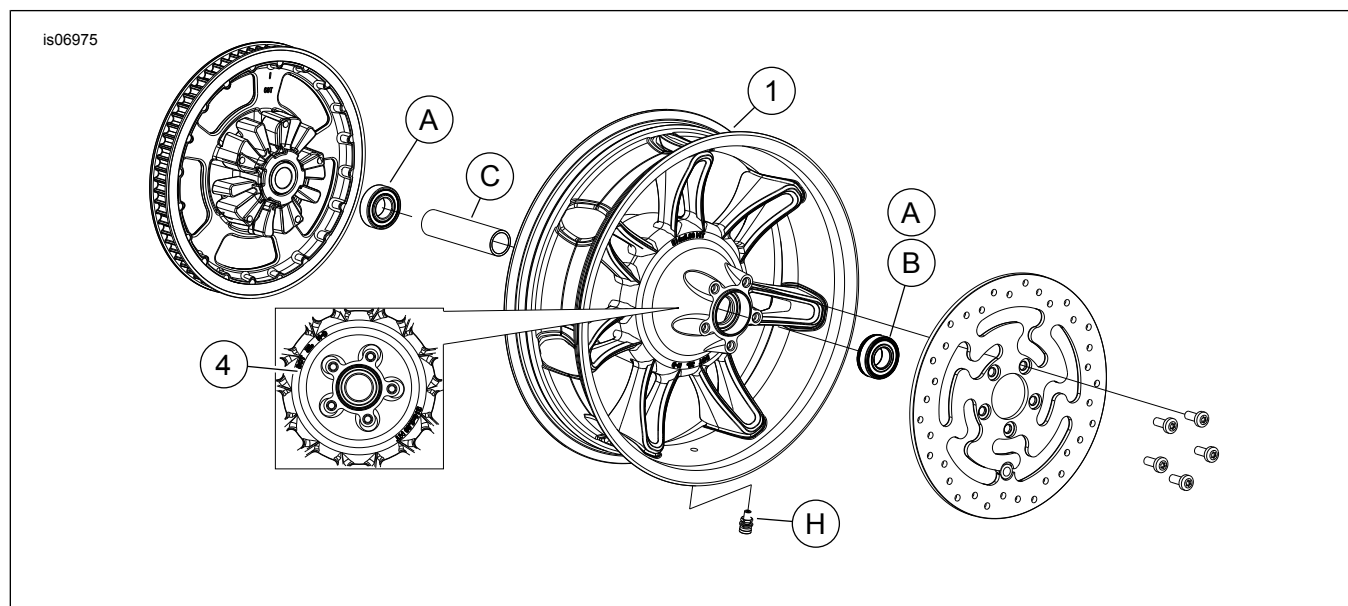

Figura 1. Peças de reposição: Roda traseira Chisel (16 pol. mostrada)
Veja Figura 1 e as tabelas de peças de reposição.
2. Veja Figura 1. Instale o conjunto da haste de válvula (H) na roda. Consulte o Manual de serviço.